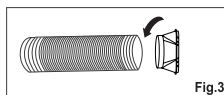

Fig.3
- 2 .Estenda o outro lado da mangueira e aparafuse-a na saída da mangueira (fig.3).